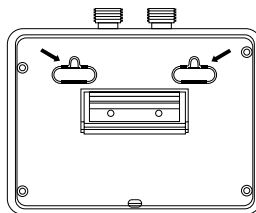

Рис. 3
- После установки шурупов навесьте на них водонагреватель. Места крепления указаны стрелками (рис. 3).
Установите два крепежных шурупа, вкручиваемые в дюбеля в стене, где будет установлен водонагреватель. Места крепления водонагревателя показаны на рис. 3 и 4. Шляпки шурупов должны выступать от стены на расстояние, необходимое для навески на них водонагревателя, чтобы обеспечить надежное крепление и прилегание к стене. Встроенные трубки прибора должны быть расположены вертикально. Трубки входа холодной воды (синий) и выхода горячей воды (красный) обозначены соответствующими цветами. При монтаже необходимо это учитывать и подсоединять арматуру в соответствии с цветовой. После монтажа нагревателя все соединения следует проверить на герметичность.